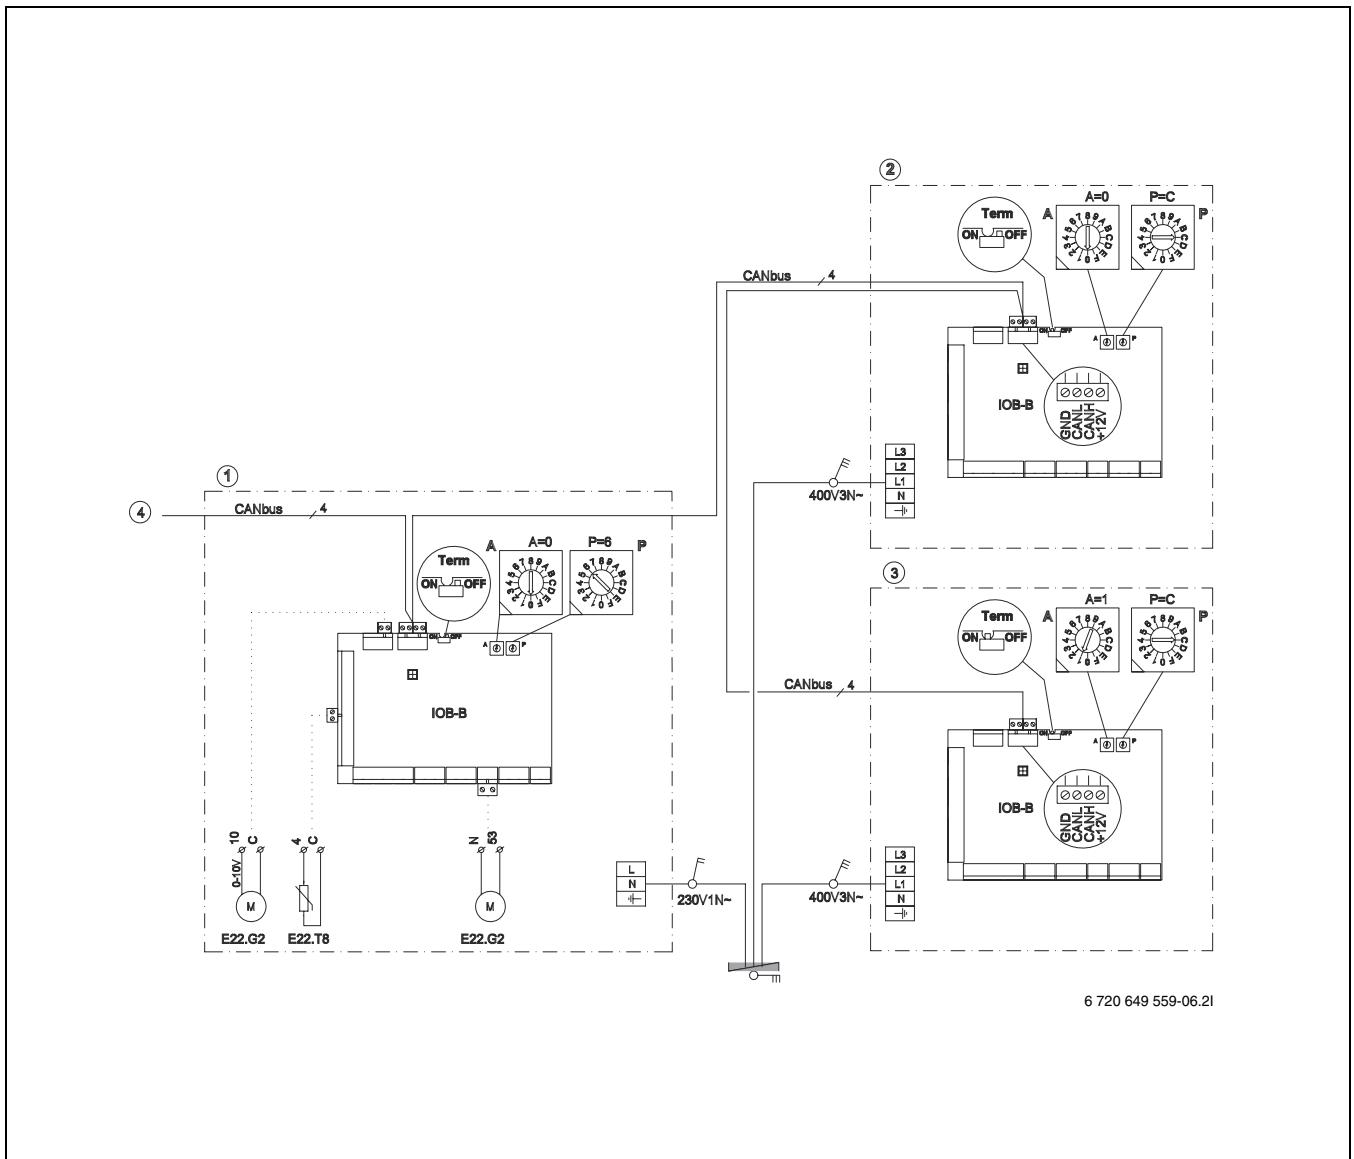

Bild 19 Kaskade, Optionskarte im Multimodul
- 3 CANbus-Kabel zwischen Leiterplatte IOB-B und PEL gemäß folgender Abbildung anschließen (→ Bild 19)